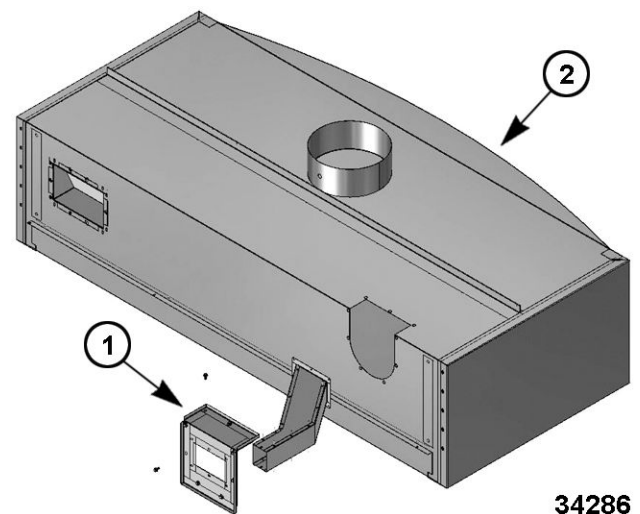

Fig. 107
1. Installez la plaque de connexion d'échappement (1, Fig. 107) à la hotte (2, Fig. 107).